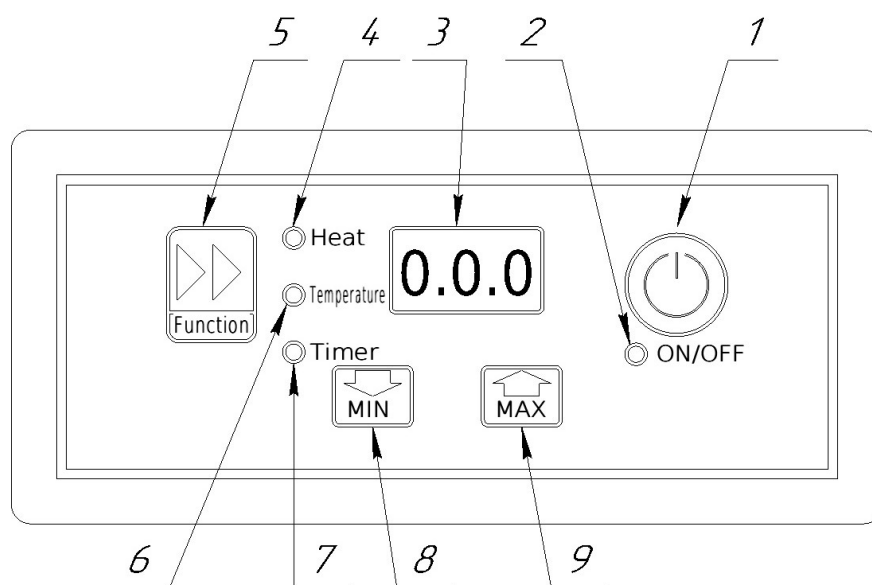

Рисунок 2 — Панель управления:
- нажать кнопку (поз. 1, рис. 2), загорится светоиндикатор (поз. 2, рис.2), табло (поз. 3, рис.2) и светоиндикатор (поз. 4, рис.2) уровня мощности конфорки; (каждое нажатие кнопок на панели управления сопровождается коротким сигналом, подтверждающим выполнение команды программирования);
- при помощи кнопок (поз. 8, рис.2) (поз. 9, рис.2) необходимо выбрать требуемый уровень мощности конфорки (1,2,3,4,5).
- нажать кнопку (поз. 5, рис.2), произойдет переключение в режим выбора максимальной температуры нагрева, загорится световой индикатор (поз. 6, рис.2);
- при помощи кнопок (поз. 8, рис.2) (поз. 9, рис.2) необходимо выбрать требуемый уровень температуры нагрева (50°, 110°, 160°, 200°, 240°). В течение работы конфорка поддерживает заданную температуру;
- при необходимости задать время работы конфорки, требуется еще раз нажать кнопку (поз. 5, рис.2), загорится световой индикатор (поз. 7, рис.2).
- при помощи кнопок (поз. 8, рис.2) и (поз. 9, рис.2) необходимо задать время от 1 до 240 минут. (при установленном значении таймера «0» конфорка работает бессрочно). По истечении заданного времени конфорка автоматически выключится.
- чтобы выключить конфорку и перевести плиту в режим ожидания, необходимо нажать кнопку (поз. 1, рис.2).